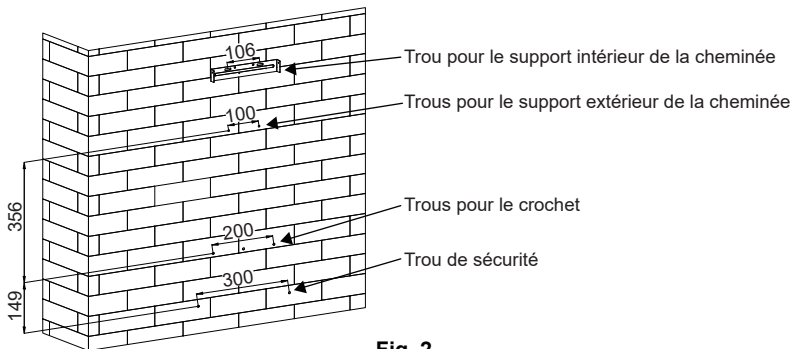

Fig. 2
3. Une fois la hauteur d'installation déterminée, percez cinq trous de $\varnothing 8$ mm à un endroit approprié pour fixer le crochet et le support intérieur de la cheminée, en veillant à les aligner correctement. Le support intérieur de la cheminée doit être placé au niveau le plus haut de la cheminée. Voir Fig. 2.
4. Vissez et serrez le crochet au mur avec les trois vis (4 x 40 mm) et les chevilles fournies, puis utilisez deux vis ST4*40 mm pour fixer le support intérieur de la cheminée. Voir Fig. 2.